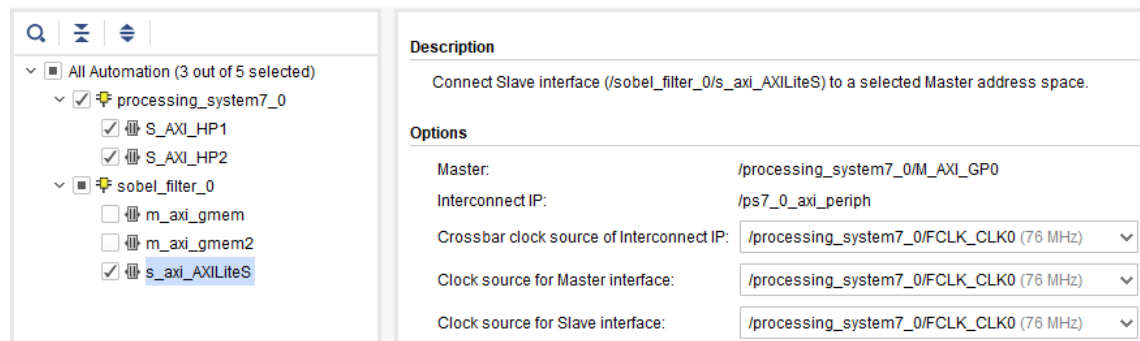

FIGURE 19 – Connexion AXI-Lite automatisée
- (c) Pour **s_axi_AXILiteS**, le connecter à **FCLK_CLK0**, comme à la figure 19.